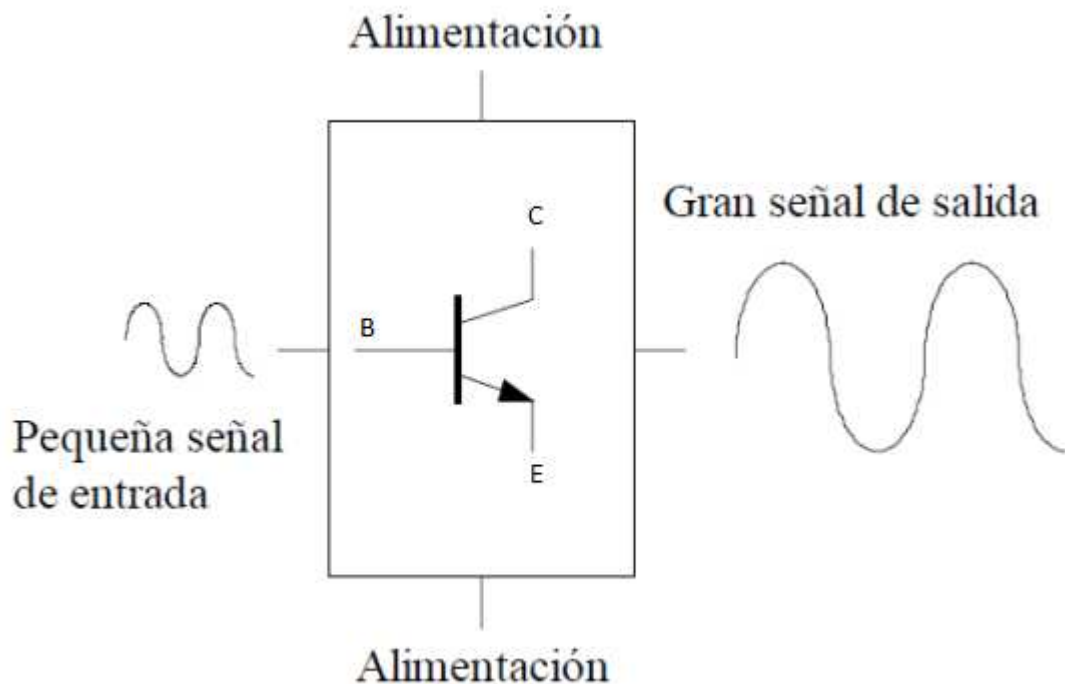

Ilustración 18: Ejemplo de funcionamiento
El transistor bipolar es un dispositivo de tres terminales gracias al cual es posible controlar una gran potencia a partir de una pequeña. En la ilustración 18 se puede ver un ejemplo cualitativo del funcionamiento del mismo. Entre los terminales de colector (C) y emisor (E) se aplica la potencia a regular, y en el terminal de base (B) se aplica la señal de control gracias a la que controlamos la potencia. Con pequeñas variaciones de corriente a través del terminal de base, se consiguen grandes variaciones a través de los terminales de colector y emisor. Si se coloca una resistencia se puede convertir esta variación de corriente en variaciones de tensión según sea necesario.